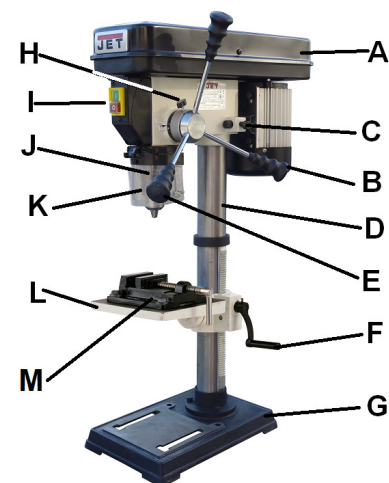

Рис. 1
Прикрутите колонну (D, Рис. 1) к основанию станка (G). Хорошо затяните винты.
Установите патрон (J, Рис. 1) в конус шпинделя.
Ослабьте фиксатор опоры электродвигателя (С, Рис. 1).